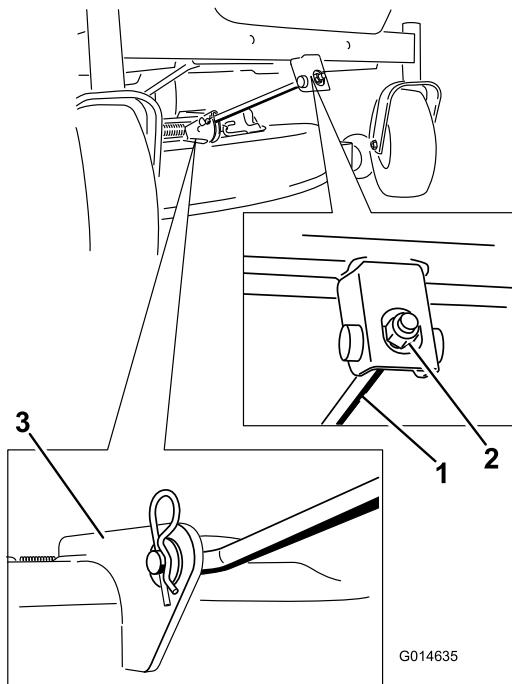

Figure 70
4. Retirez la goupille fendue de la tige de support avant et déposez la tige du support de tablier (Figure 70).
6. Pour les tabliers de coupe de 152 cm (60 po), déposez les 2 ressorts de levage du tablier (Figure 70).
7. Fixez la tige de support avant au tablier de coupe à l'aide de l'axe de chape et de la goupille fendue (Figure 70).